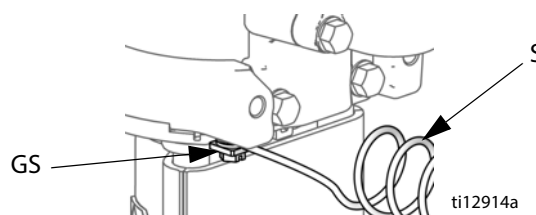

Рис. 2. Винт и провод заземления
Насос. См. раздел Рис. 2. Убедитесь, что винт заземления (GS) на пневмодвигателе завернут и надежно затянут. Подсоедините другой конец провода заземления (S) к точке фактического заземления.